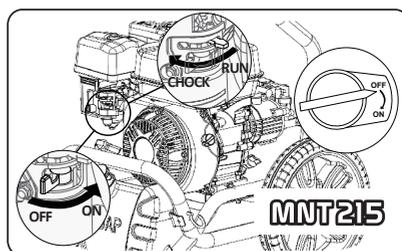

Fig.9
B. DÉMARRAGE DU NETTOYEUR HAUTE PRESSION (Voir fig. 9 - 9 bis - 10 - 10 bis)
- ▶ Tournez le robinet de carburant en position ON (levier du bas).(fig 9 et fig. 9 bis)
- ▶ Positionner le levier de starter sur la position «Starter» coté gauche (levier du haut). (fig 9 et fig. 9 bis)
Fig.9 bis